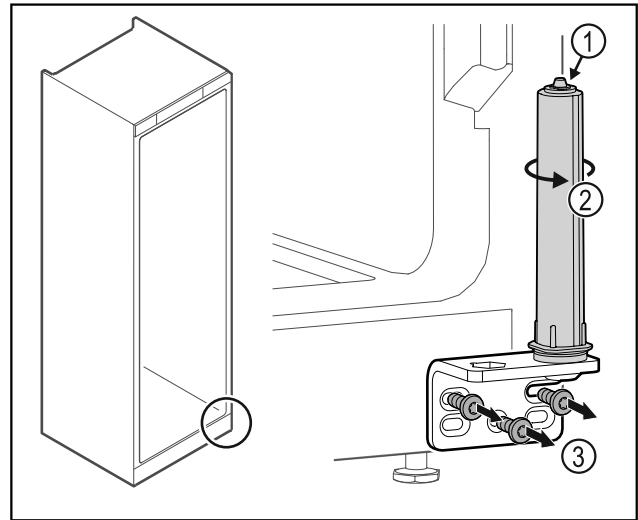

Fig. 38
- ▶ Nerozebírejte uzavírací systém dvířek Fig. 38 (1).
- ▶ Otáčejte uzavíracím systémem Fig. 38 (2), dokud nezacvakne.
- ▶ Odšroubujte úhelník závěsu Fig. 38 (3).